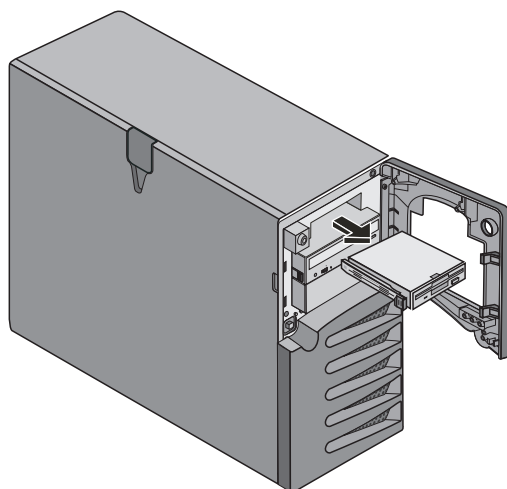

Figura 2-5: Extracción de la unidad de disquete
6. Sujete el disco por los bordes y deslícelo suavemente fuera del chasis. Consulte la figura 2-5.